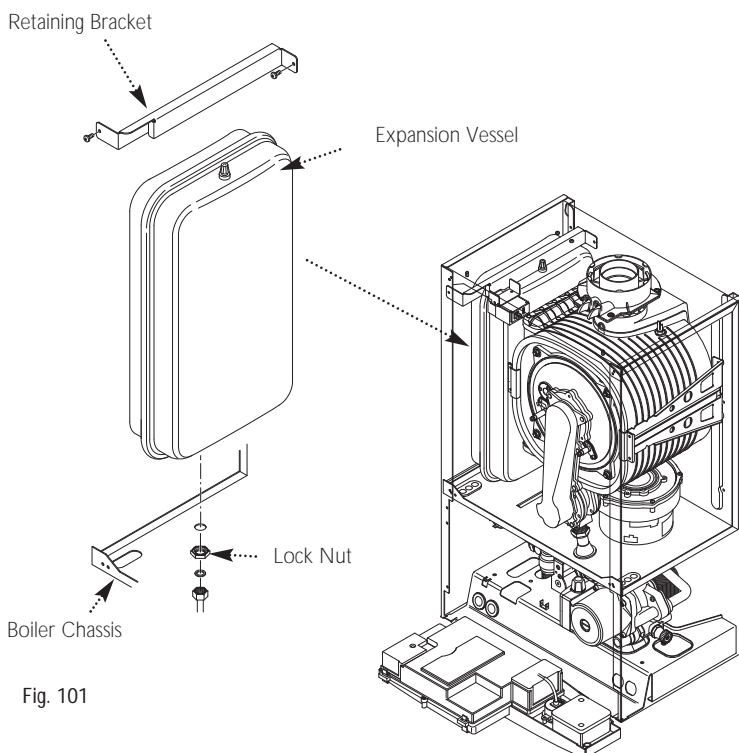

Fig. 101
14.25 Expansion Vessel (Fig. 101)